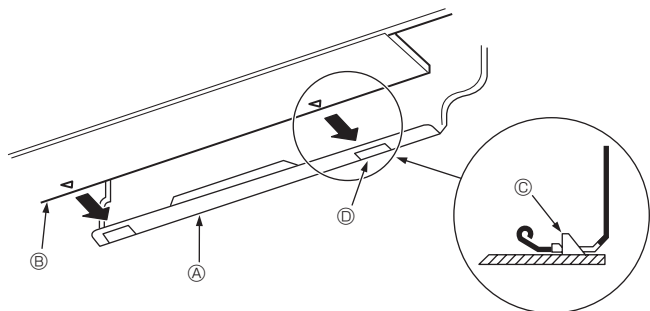

Fig. 3-10
5. Закріпіть внутрішній блок, штовхаючи його нижню частину в монтажну плату Ⓢ. (Fig. 3-10)